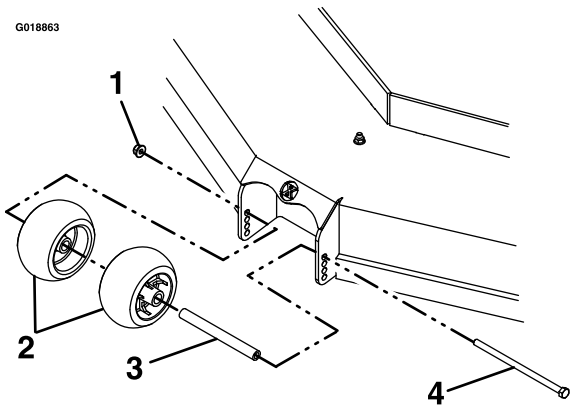

Figure 29
- Serrez l'écrou Nyloc ($\frac{3}{8}$ po) à un couple de 41 à 47 N·m (30 à 35 pi-lb), comme montré à la Figure 29.